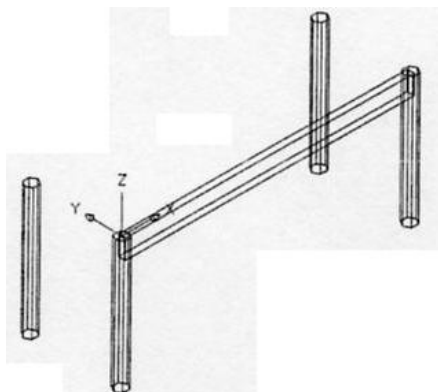

图 10-34 绘制横向长方体辐条
7、新创建的用户坐标系如图 10-34 所示。单击【长方形】按钮 ，命令行提示如下。
8、按 Enter 键，绘制完成的横向长方体辐条效果如图 10-34 所示。在命令行中输入 ucs 命令，命令行提示如下。